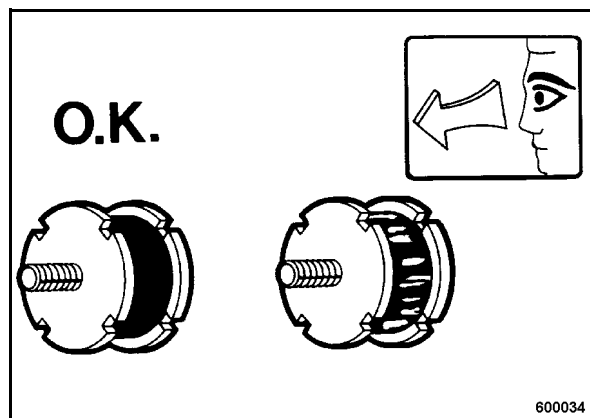

рис. 58
- Проверить все резиновые амортизаторы (рис. 58) на предмет глухости посадки, трещин и вырывов и в случае повреждения заменить.